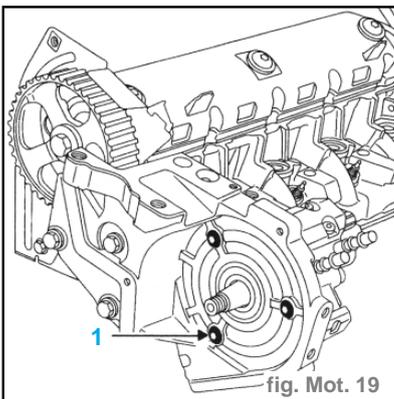

fig. Mot. 19
- Déposer les écrous de fixation tout en maintenant les vis (1). (fig. Mot. 19)